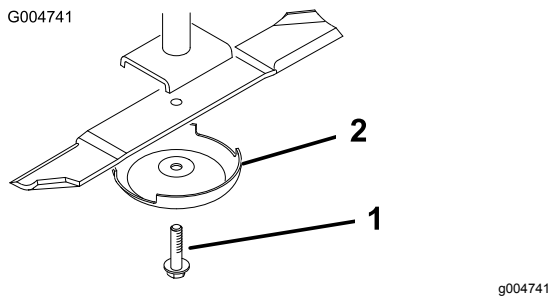

Figure 67
3. Enlevez le boulon, la coupelle de protection et la lame de l'axe de pivot (Figure 67).